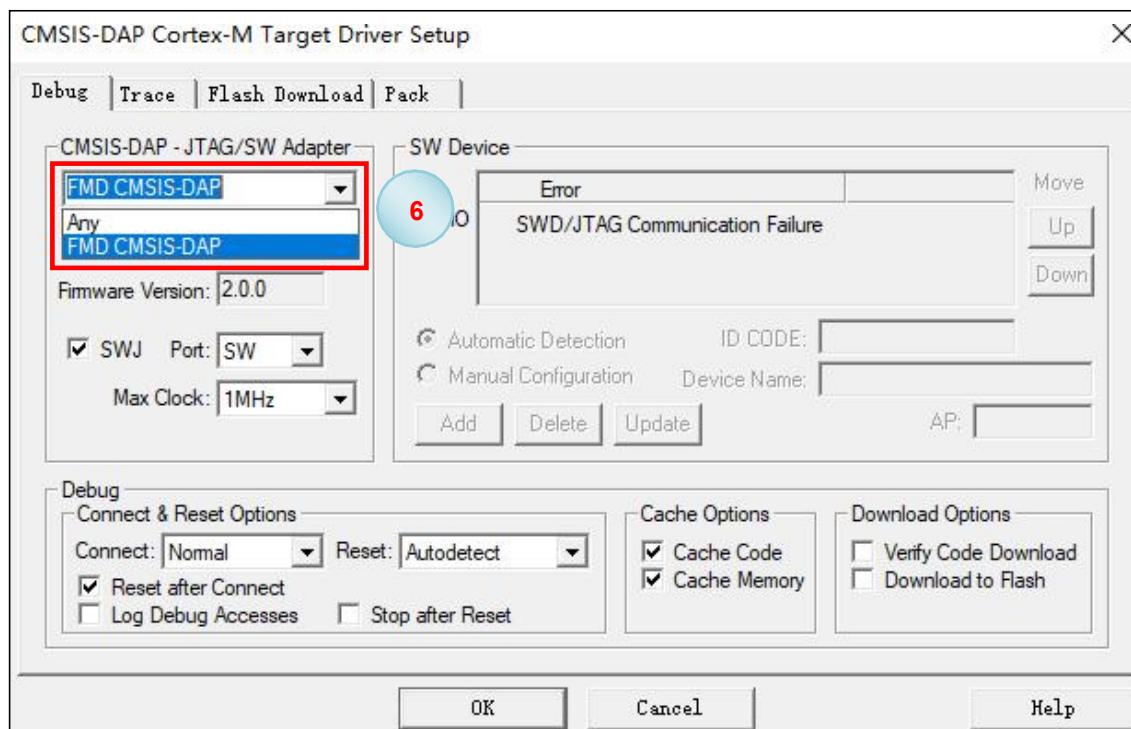

图 5-3 选择 FMD CMSIS-DAP
7、CMSIS-DAP-JTAG/SW Adapter 栏中下拉框选择“FMD CMSIS-DAP”（图 5-3 中步骤 6）。